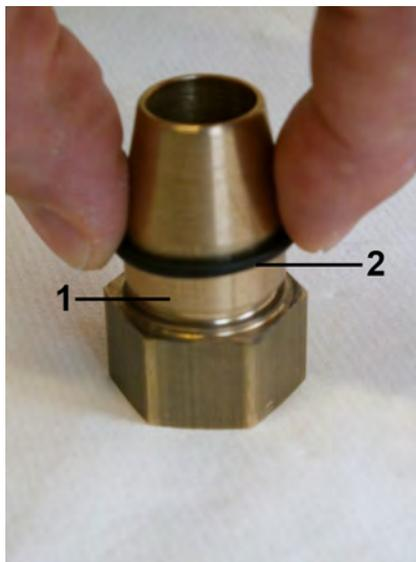

Abb. 30: O-Ring (Dichtung)
1. ➔ O-Ring (Abb. 30/2) mit Hilfe des O-Ring Montagewerkzeuges (Abb. 30/1) auf die Verschraubung (Ausgang) aufziehen, so dass dieser im O-Ringsitz der Verschraubung sitzt (Abb. 31). Dabei darauf achten, dass der O-Ring nicht überdehnt wird